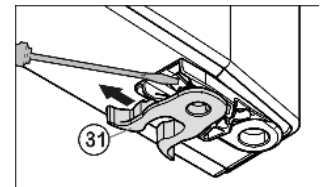

Fig. 7
- ▶ Permuter la pince élastique Fig. 7 (31) : appuyer sur l'ergot puis retirer la pince élastique.